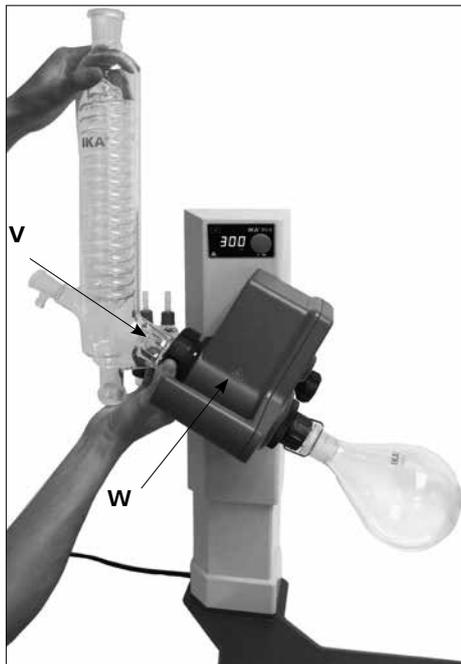

Fig.17
- 냉각콘덴서에 캡 너트를 넣고 냉각콘덴서의 플랜지 (V) 에 스프링 링을 붙칩니다.
- 회전 드라이브(W)에 냉각콘덴서를 놓고 손으로 캡 너트를 조입니다.(Fig.17)